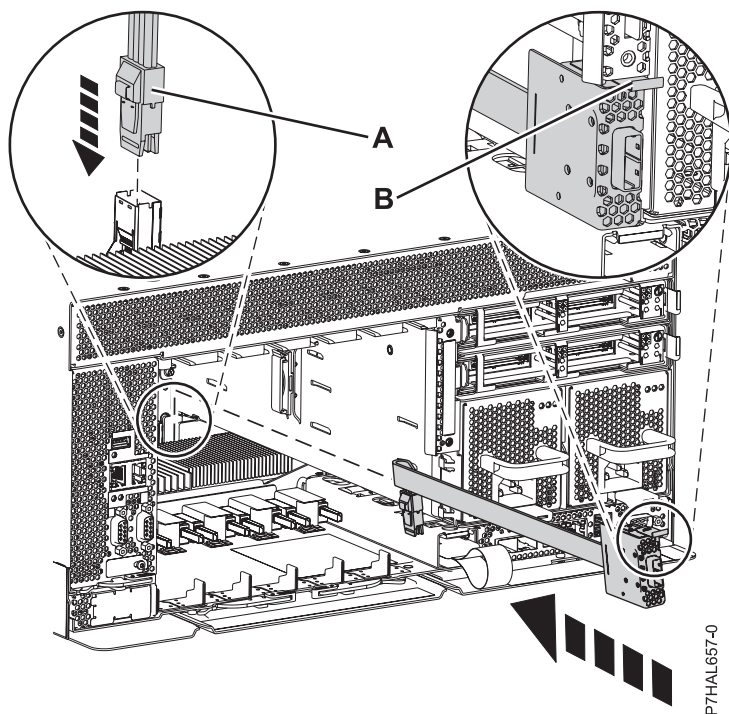

Figura 52. Sustitución del cable SAS
1. Conecte el puerto externo a la parte posterior del sistema (B) hasta que encaje en su sitio, como se muestra en la Figura 52 en la página 90.
2. Empuje la pieza de acoplamiento SAS (A) en la conexión SAS de la placa posterior del sistema hasta que encaje en su lugar.